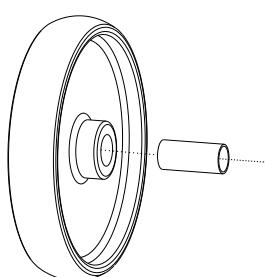
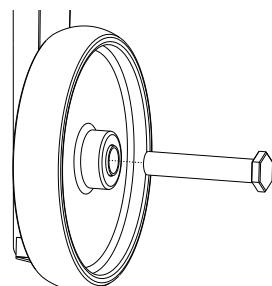
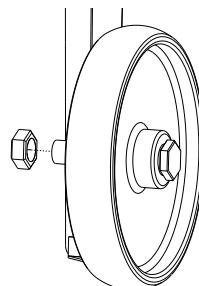

Fig.4
Fig.5
Fig.6
- 3** Coloque el buje dentro de la rueda (Fig. 4). Luego inserte el bulón en el buje, atravesando al mismo tiempo el refuerzo pata y la pata (Fig. 5). Y por último, ajuste la tuerca, aproximadamente 3 vueltas de rosca, al bulón (Fig. 6).